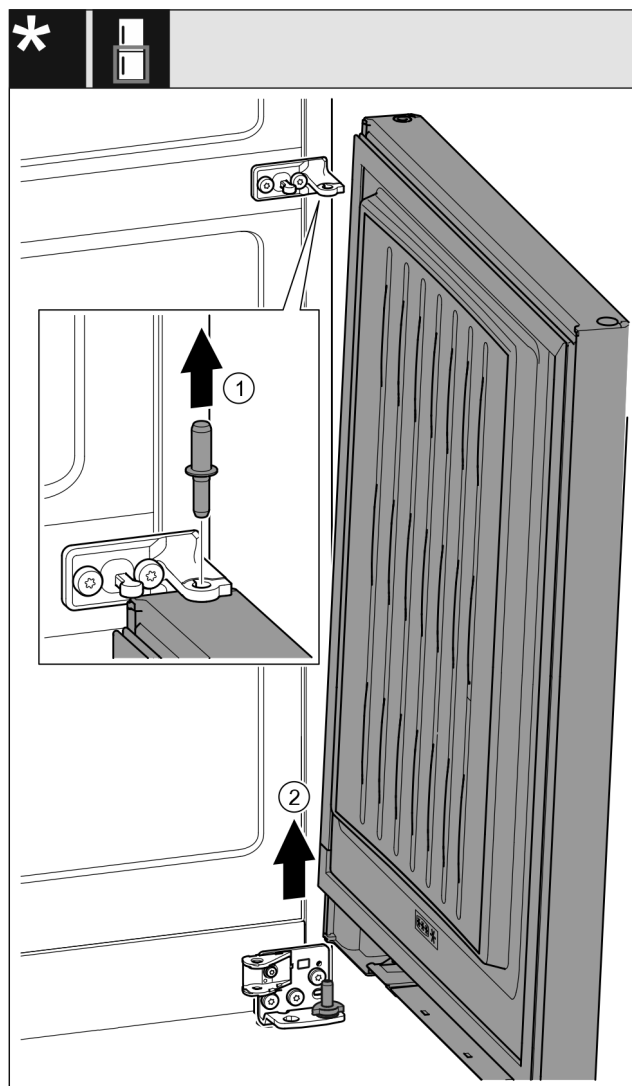

Fig. 23 \*
- ▶ Τραβήξτε έξω τον πείρο προς τα επάνω. Fig. 23 (1)\*
- ▶ Ανοίξτε την πόρτα, τραβήξτε τη προς τα επάνω και παραμερίστε τη στην άκρη. Fig. 23 (2)\*